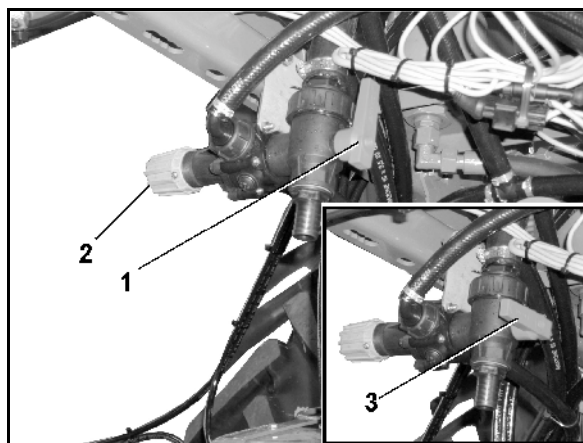

Bild 86
- DUS-omkopplingskran (Bild 86/1).
- DUS-tryckbegränsningsventil (Bild 86/2). DUS-tryckbegränsningsventilen är från fabrik fast inställd, den reducerar trycket i omloppssystemet.
Då DUS-omkopplingskranen står i position (Bild 86/1), är tryckomloppssystemet inkopplat.
Då DUS-omkopplingskranen står i position (Bild 86/3), är tryckomloppssystemet urkopplat.